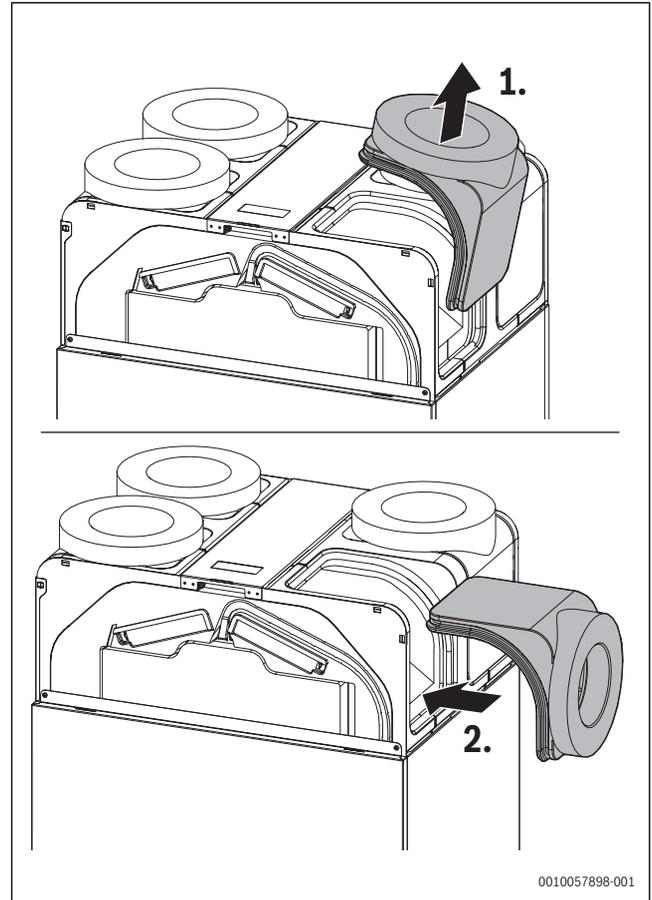

Bild 20 Stutzen herausziehen und wieder einsetzen
- ▶ Zurück in Position drücken (→ Bild 20, Schritt 2). Dabei darauf achten, dass sich die Dichtschnur in den Anschlussstutzen nicht aus der Nut herausschiebt.